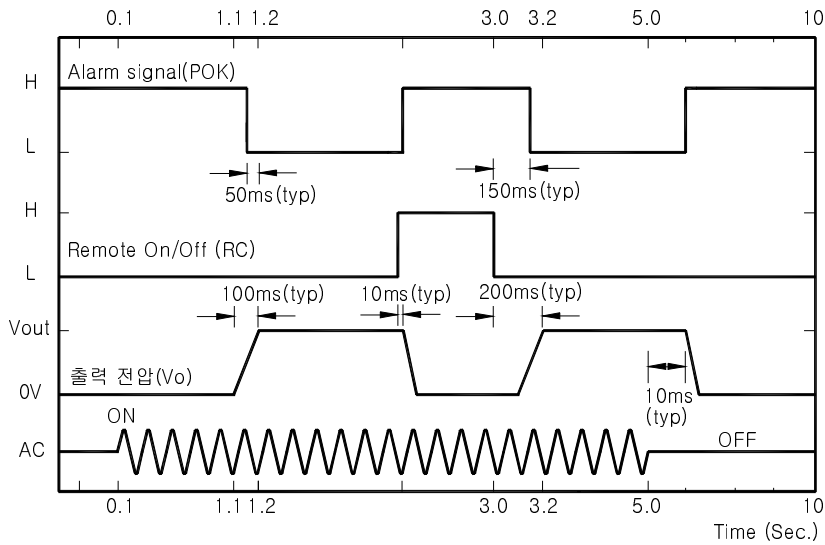

Fig.5 출력 전압 ON/OFF Time Chart
- o 출력 전압의 ON/OFF Time 특성은 Fig.5와 같습니다.